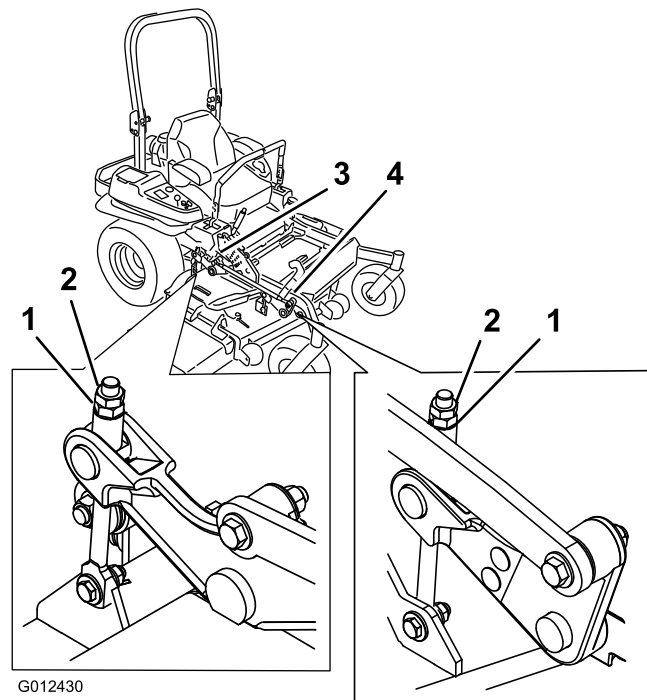

Figura 91
- 10. Gire la tuerca de ajuste del conjunto de elevación de la carcasa delantera para modificar la altura (Figura 91).
16. Gire la tuerca de ajuste del conjunto de elevación de la carcasa delantera para modificar la altura (Figura 91).